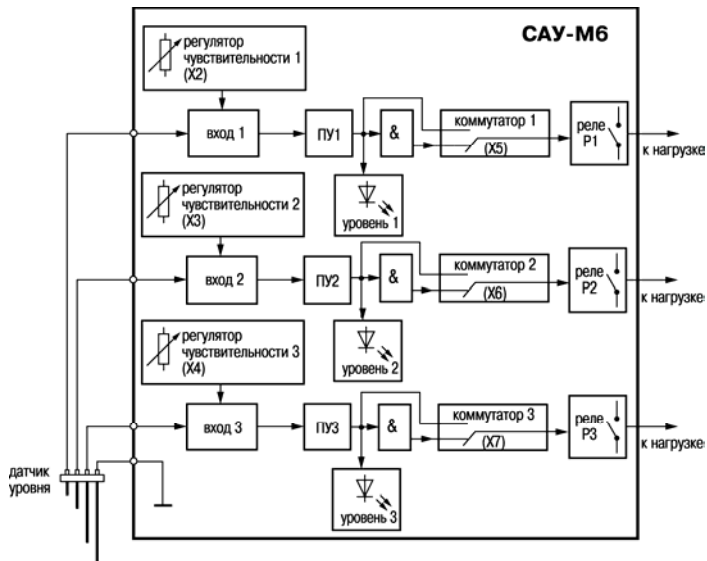

Рисунок 3.1
3.1.4 В состав каждого канала прибора входит ступенчатый коммутатор X2 (X3, X4), см. рисунок 3.1, являющийся регулятором чувствительности канала контроля уровня к электропроводящим свойствам жидкостей, что позволяет работать с различными жидкими средами.
Для расширения функциональных возможностей прибора режим работы реле в любом из каналов может быть изменен пользователем при помощи коммутаторов X5 (X6, X7), см. рисунок 3.1.